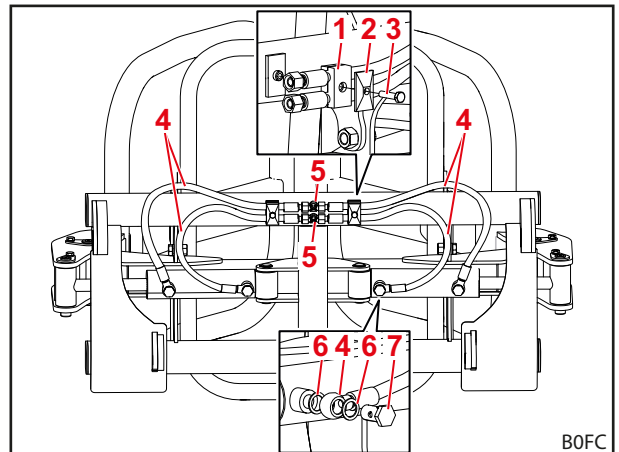

Fig. 51 Monter les conduites hydrauliques
- (1) Monter 2 flexibles hydrauliques 10x550 aux vérins hydrauliques avec chacun 2 bagues USIT et 1 vis creuse.
- (2) Fixer les 2 flexibles hydrauliques avec les 2 demi-colliers de serrage et 1 plaque de recouvrement et 1 vis six pans M8x30.
**i** Ne pas croiser les flexibles hydrauliques (voir Fig. 51) !